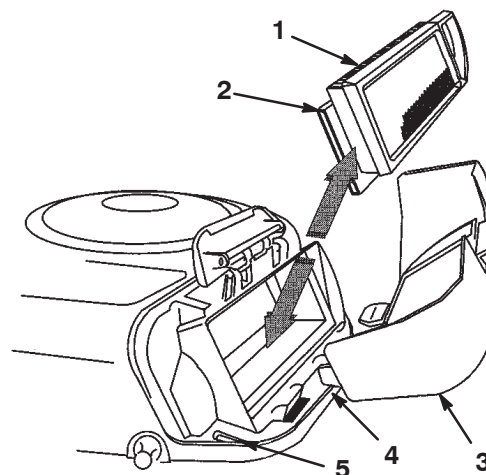

Bild 17
7. Schieben Sie den Papier- und den Schaumeinsatz vorsichtig vom Gebläsegehäuse herunter (Bild 17).
2. Fluchten Sie die Nasen des Luftfilterdeckels mit den Schlitten im Gebläsegehäuse aus (Bild 17). Haken Sie den Griff in die Abdeckung ein und drücken auf den Griff, um diesen einzurasten.